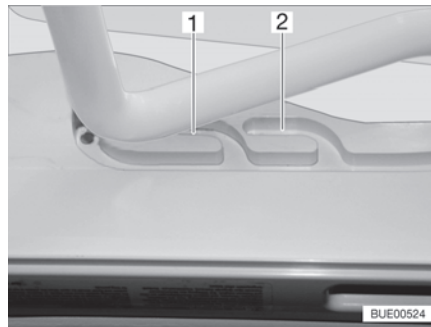
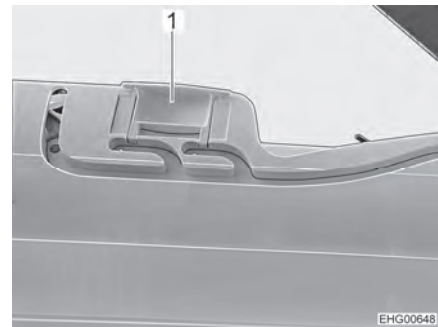

Bild 56 Spår (ventilationsläge)
Bild 57 Lås (ventilationsläge)
Heki-takluckan kan ställas i två ventilationslägen: Läget för dåligt väder (Bild 56,1) och mittläget (Bild 56,2). Beroende på modell kan takluckan låsas i mittläget med de båda spärrarna (Bild 57,1) till höger och vänster om ramen till takluckan.
- Tryck bygeln lätt uppåt och skjut in den i det valda spåret (Bild 56,1 eller 2) och lås eventuellt.